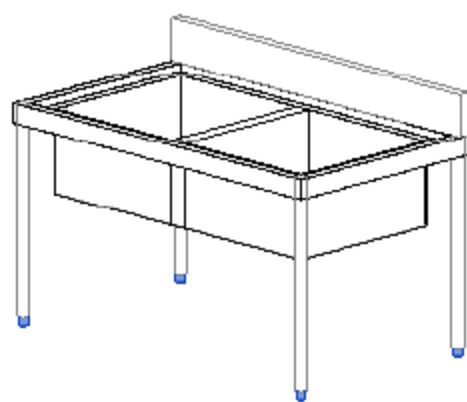

图 8.2.48 子弹脚上部效果图
(16) 编辑可见性并添加材质。首先，选中子弹脚上部图元，在“属性”面板中编辑“可见性/图形替换”选项，取消“平面/天花板平面视图”复选框的选择，单击“确定”按钮。其次，添加子弹脚上部的材质，选择“不锈钢”类型，单击“确定”按钮，如图 8.2.48 所示。